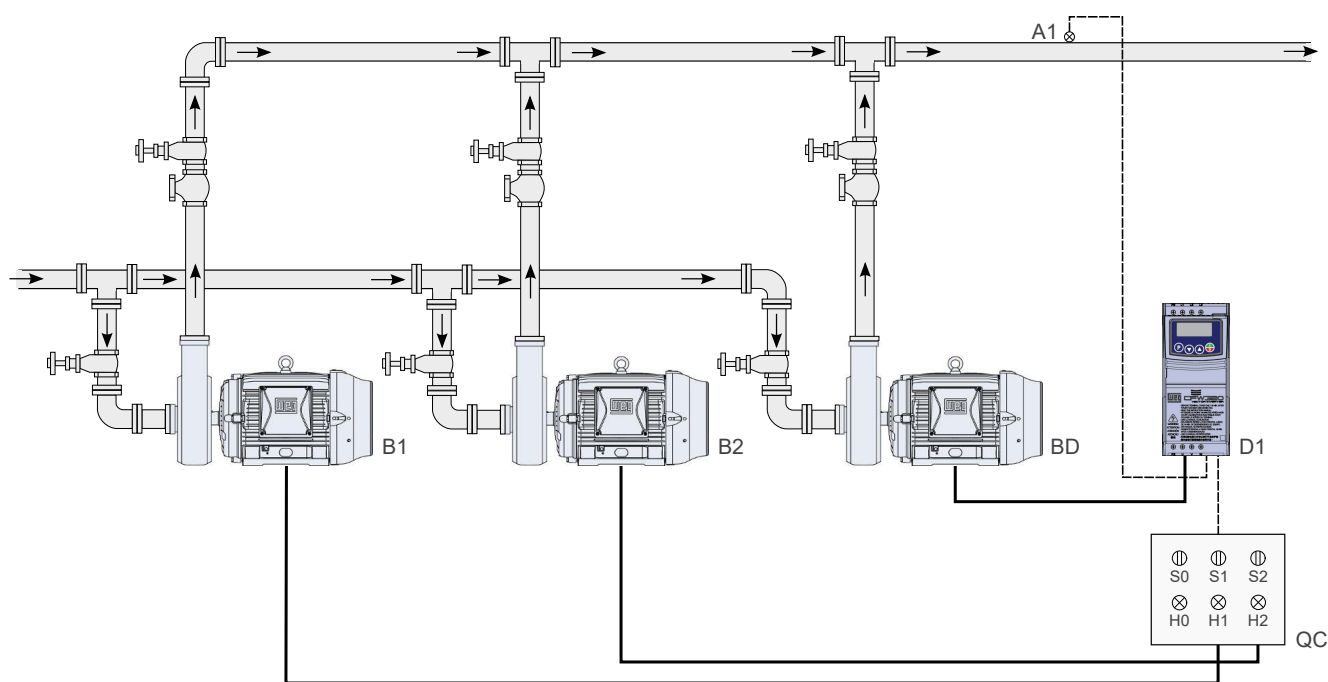
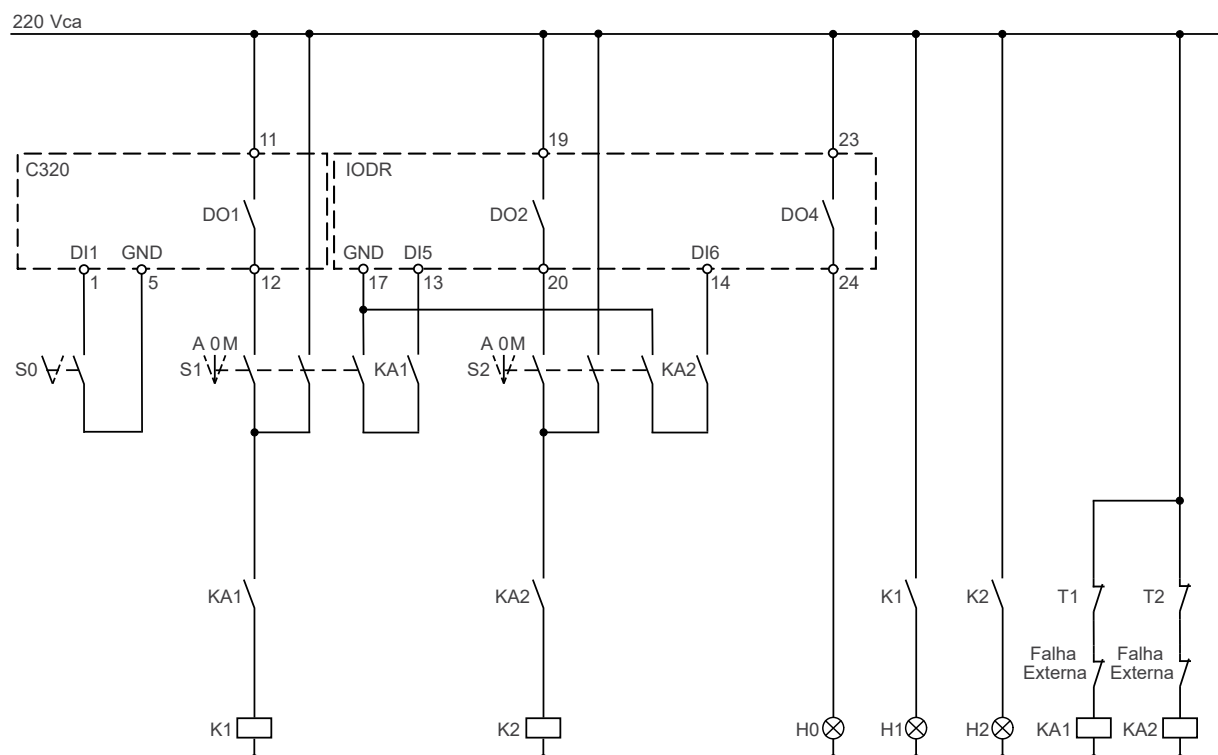

Figura 4.11: Aplicação Pump Genius Multipump com controle fixo e setpoint do controle via HMI
Figura 4.14: Diagrama funcional para a aplicação Pump Genius Multipump com controle fixo e três bombas em paralelo
A Figura 4.11 na página 4-12 apresenta um acionamento típico com três bombas em paralelo e setpoint do controle via HMI, sendo basicamente composto por:
As bombas 1 e 2 podem ser acionadas por contatores (partida direta ou estrela-triângulo), chaves de partida estática (softstarter), relés inteligentes, etc. As sinalizações H0, H1 e H2 não são necessárias para o funcionamento do Pump Genius Multipump com controle fixo, pois servem somente para indicar a condição de funcionamento das bombas no quadro de comando (QC). Na Figura 4.11 na página 4-12, as sinalizações H1 e H2 vêm de contatos auxiliares dos contatores K1 e K2 que acionam as bombas 1 e 2 conforme mostrado na Figura 4.14 na página 4-15.
A Figura 4.14 na página 4-15 apresenta o diagrama funcional de um sistema de bombeamento com três bombas em paralelo com controle fixo: